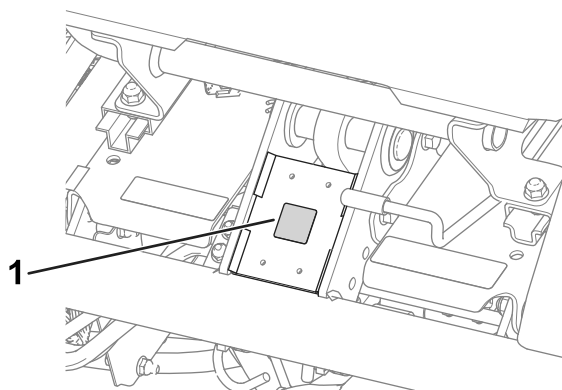

Figura 11
- Coloque o autocolante de conformidade CE debaixo da parte dianteira do banco (Figura 11).